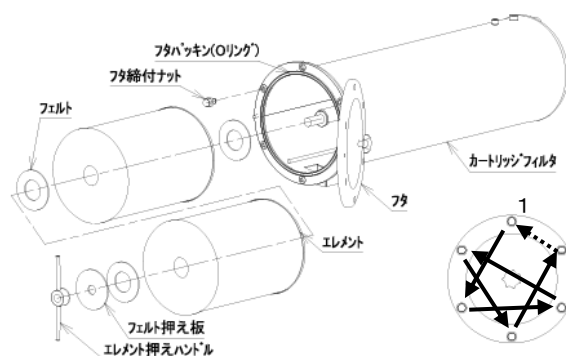
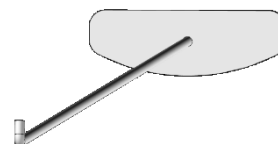

図 11-2
図 11-4
11-3-2.カートリッジフィルタ (図 11-2)
4) フィルタエレメントの交換手順 (図 11-2)
③ ナットを緩めてフタを開けます。(6ヶ所)
④ エレメント押えハンドルを緩めて外し、フェルト押え板を外します。(図 11-2)
⑤ エレメントを手前に引き出します。
⑥ 付属の掃除金具でカートリッジフィルタ容器内のスラッジを取り除き、内部を清掃してください。(図 11-4)
⑦ 新しいエレメントとフェルトパッキンをセットします。
⑧ フェルト押え板とエレメント押えハンドルで固定します。(図 11-2)
⑨ Oリングに亀裂やキズが無い、又締付フランジ面にキズや異物が無い確認してください。
⑩ フタを閉め、ナットを均等に締め付けます。(図 11-2)